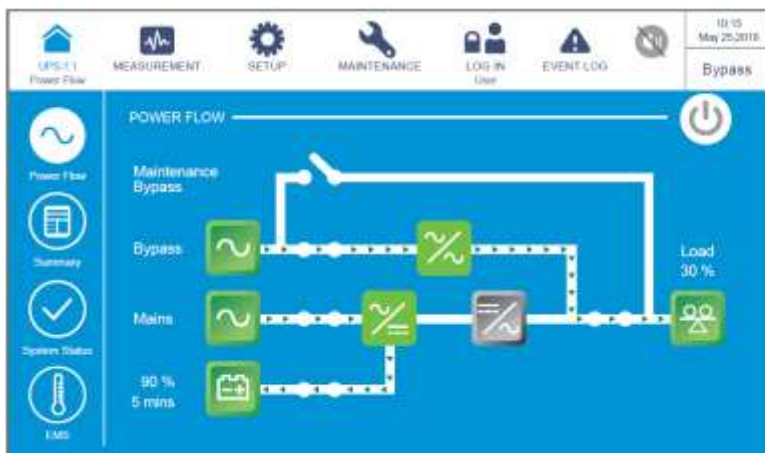

Рисунок 6-13: Экран байпасного режима
- Теперь трехцветный светодиодный индикатор горит желтым цветом, и на ЖК-дисплее отображается следующий экран (см. **Рисунок 6-13**). Расположение трехцветного светодиодного индикатора см. на **Рисунке 2-11**.